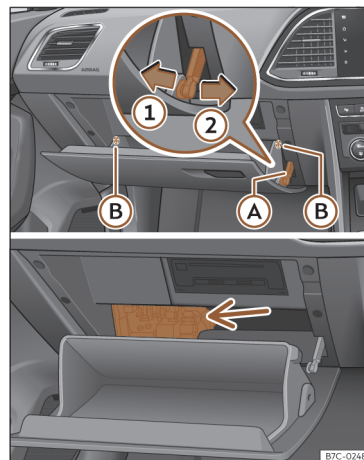

Fig. 192 Veículos com volante à direita: tampa da caixa de fusíveis do painel de instrumentos, no lado do passageiro.
- Desmonte o travão de abertura >>> **Fig. 192**